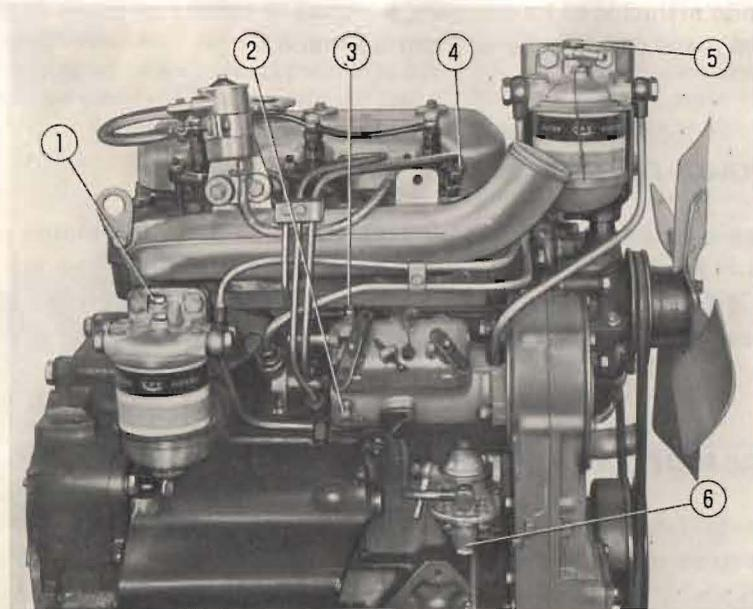

Fig. 8. - Purga de las canalizaciones de motores con bomba de inyección CAV.
3. Cuando se usa el tractor por primera vez después de larga permanencia en garaje, o bien al primer arranque en tiempo frío, acciònese unas veinte veces la palanca de la bomba de alimentación (figs. 8 y 9).
Motor con bomba de inyección CAV (véase la fig. 8):